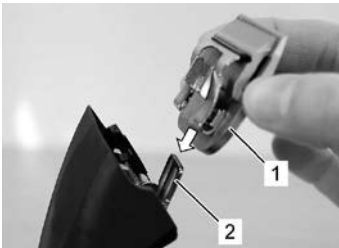

Abb. 14
6. Gewünschten Scherkopf auf das Messerscharnier stecken und bei eingeschaltetem Gerät mit leichtem Druck an die Haarschneide-Maschine klappen (Abb. 14 bis Abb. 16).